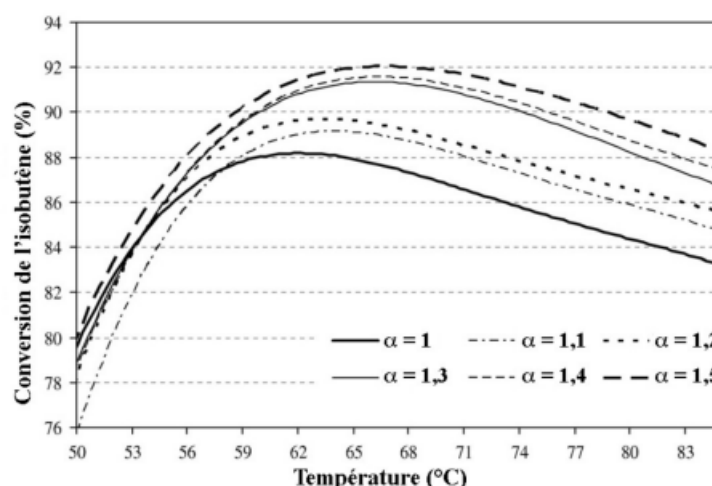

FIGURE 1 – Évolution du taux de conversion de l'isobutène (en %) en fonction de la température du réacteur et de l'excès initial en éthanol.
- ❑ **15**– On note ξ l'avancement en moles de la réaction (1) à un instant quelconque. Expliciter, en fonction des paramètres introduits, le quotient de réaction Q de la réaction (1). Il est conseillé d'écrire un tableau d'avancement.
- ❑ **19**– On donne sur la figure 1 l'évolution du taux de conversion de l'isobutène en fonction de la température pour un système semblable à celui de l'étude précédente. Préciser quelle partie des courbes est en accord avec l'étude précédente, en justifiant cet accord, puis quelle partie est a priori incohérente. Proposer une explication à cet écart.